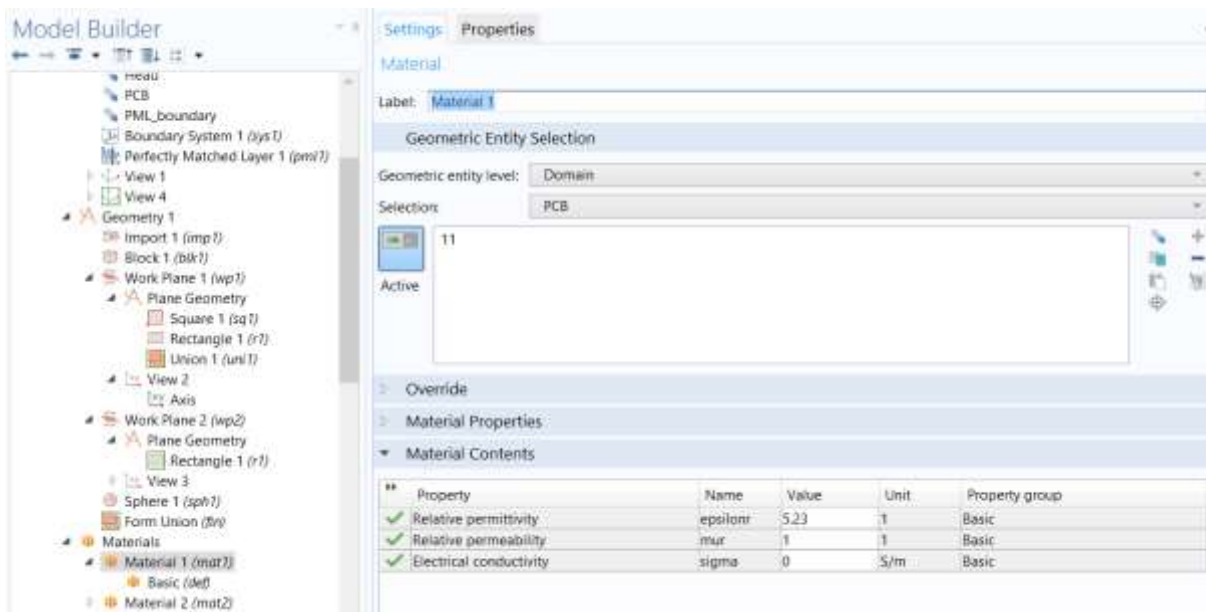

Рис. 11.18. Параметры подложки
1. В панели **Definitions**, щелкните **Explicit**. Нажмите кнопку **Go to View 1** на панели инструментов **Graphics** (рис. 11.18).